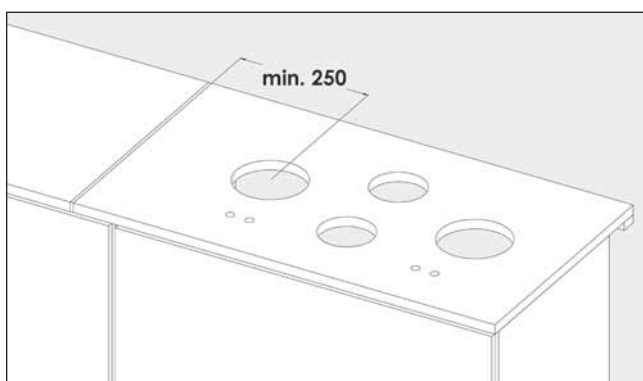
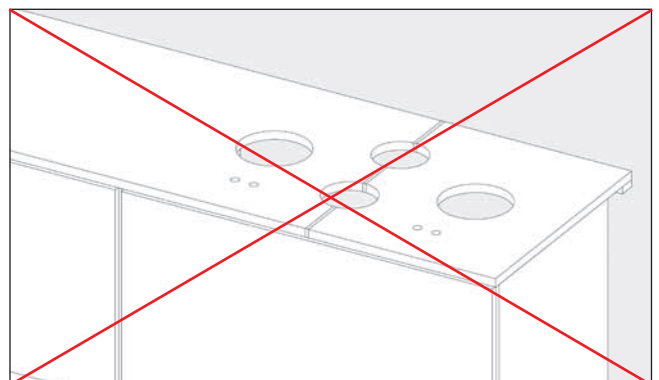

Fig. A4
Fig. A5
- Eventuali giunzioni incollate non devono intersecarsi con gli intagli circolari e devono essere a una distanza di almeno 250 mm dagli intagli circolari stessi (fig. A4 e fig. A5).